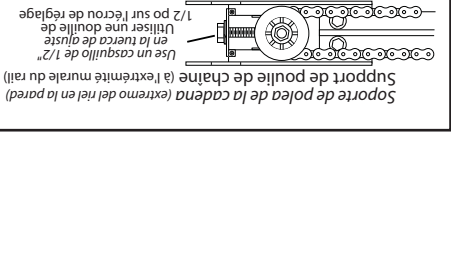

FIG. 1-3 Ajuste de la cadena.
(Fig. 1-3).
3. Resserrer la chaîne jusqu'à ce que la chaîne soit 1/8 po au-dessus de la base du rail au milieu du rail (Fig. 1-3).